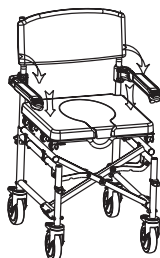

Fig.16
- Poner el asiento sobre el bastidor de la carrocería, presionar hacia abajo para fijarlo en posición y añadir la tapa (Fig.16);